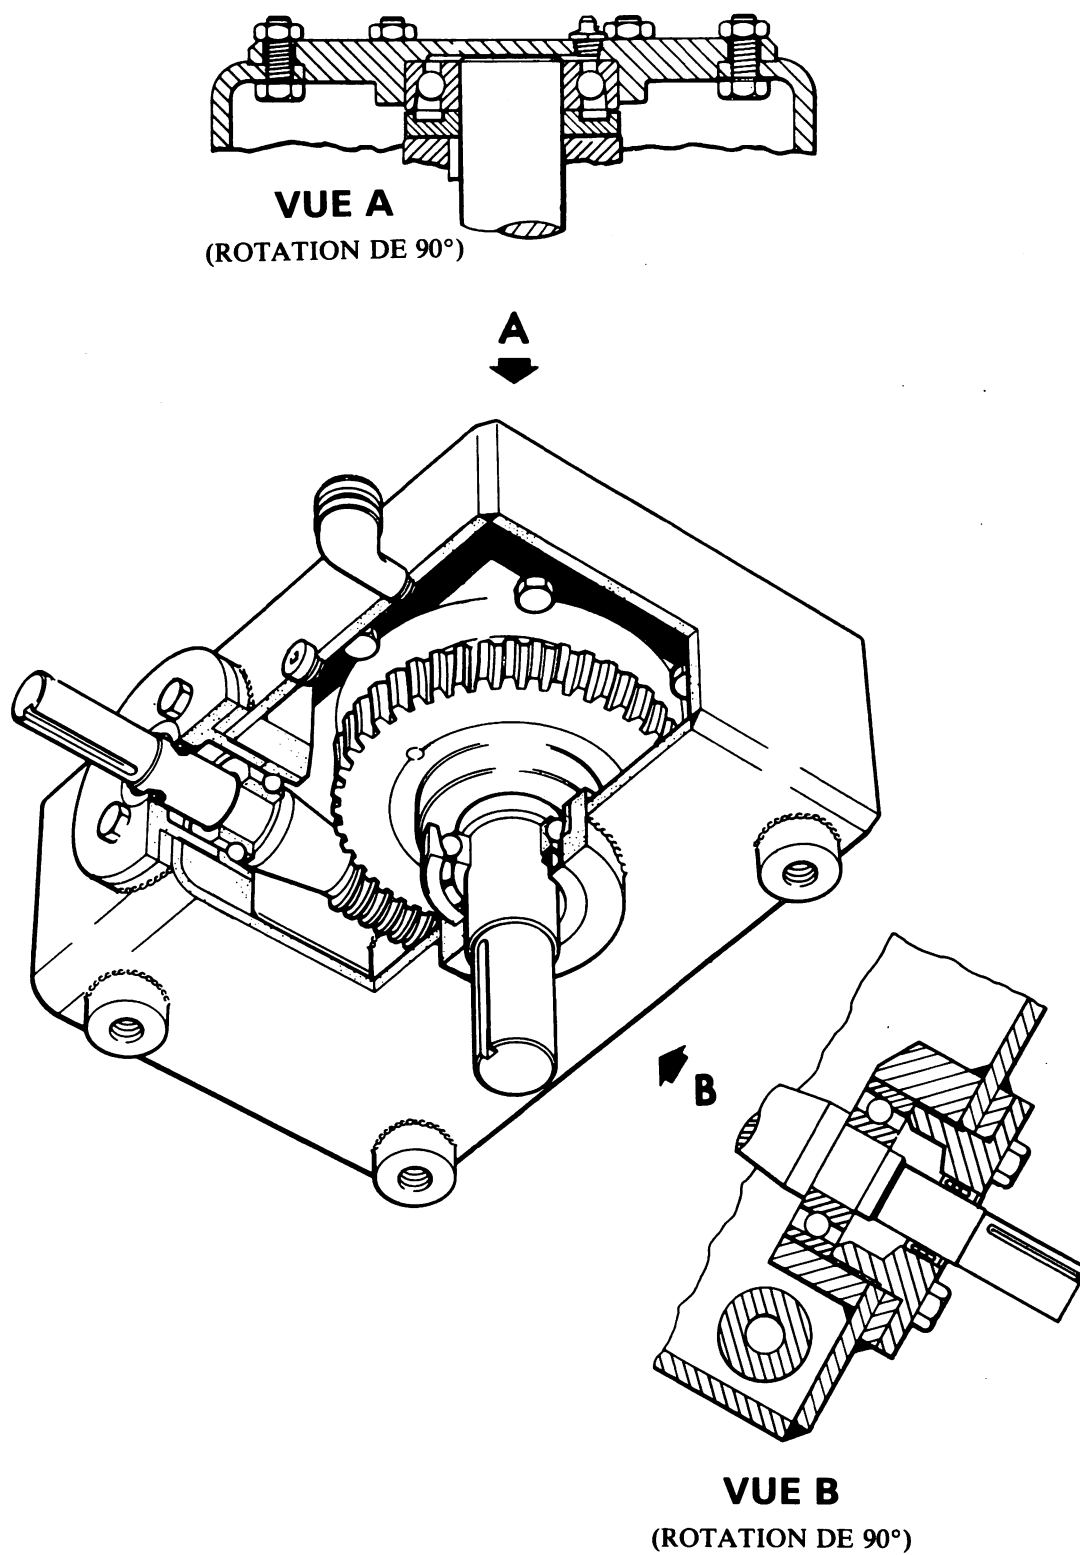

Figure 3-2 Engrenage démultiplicateur à vis sans fin (côté bâbord d'illustré)
### **3-1-7 Engrenages démultiplicateurs ((3)Figure 3-2)**
Le mécanisme du montage supérieur comprend une roue dentée et un engrenage (1) qui, une fois sélectionné sur la position d'ENTRAÎNEMENT MANUEL, s'enclenche sur l'engrenage (2) situé sur l'arbre de l'engrenage démultiplicateur à vis sans fin (voir figure 3-2 vue B). La roue dentée supérieure est entraînée par une chaîne à maillons à partir de la roue dentée